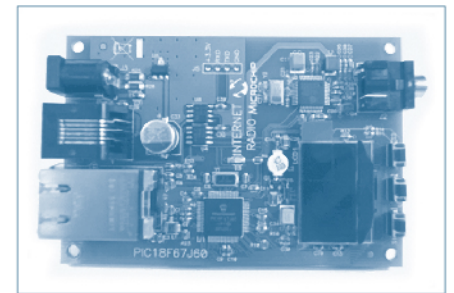

Рис. 2
- Демонстрационная плата на базе контроллера PIC18F67J60 (рис. 2), который подключается к сайту потокового вещания (Интернет-радио) и передает данные MP3 на аудиодекодер.